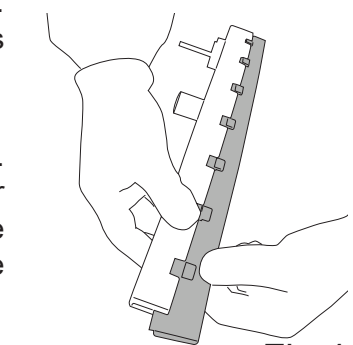

Fig.41
- Puxe as lâminas; deste modo, extrai-se o grupo (Fig.41).